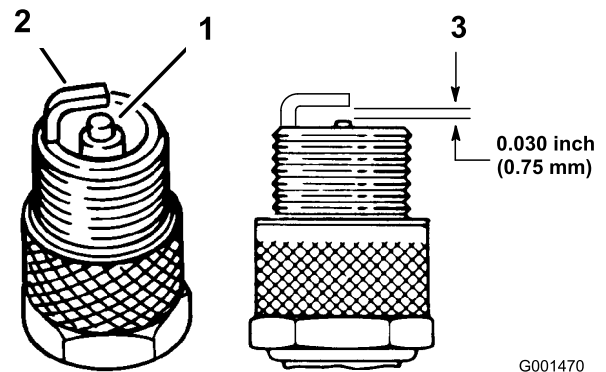

Figura 34
1. Mire la parte central de las bujías (Figura 34). Si se observa un color gris o marrón claro en el aislante, el motor está funcionando correctamente. Si el aislante aparece de color negro, significa que el limpiador de aire está sucio.
2. Compruebe la separación entre los electrodos central y lateral (Figura 34). Si la distancia no es correcta, doble el electrodo lateral (Figura 34).